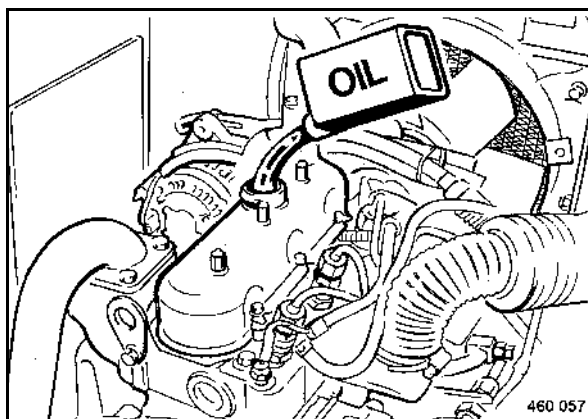

fig. 103
- Remplir l'huile moteur neuve (fig. 103) .